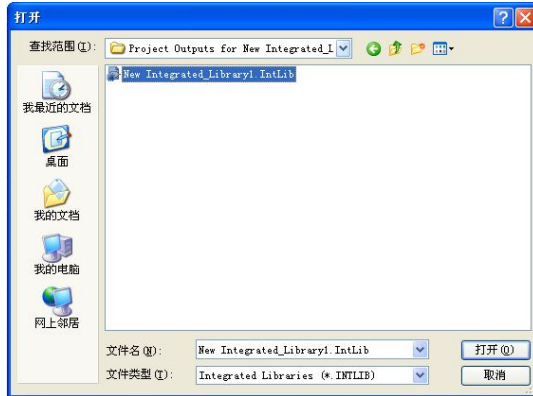

图 7-8 安装库文件
(2) 在 Available Libraries 对话框中, 单击 Install 按钮, 弹出打开路径的对话框, 如图 7-8 所示, 选择正确的路径, 双击需要安装的库名即可。